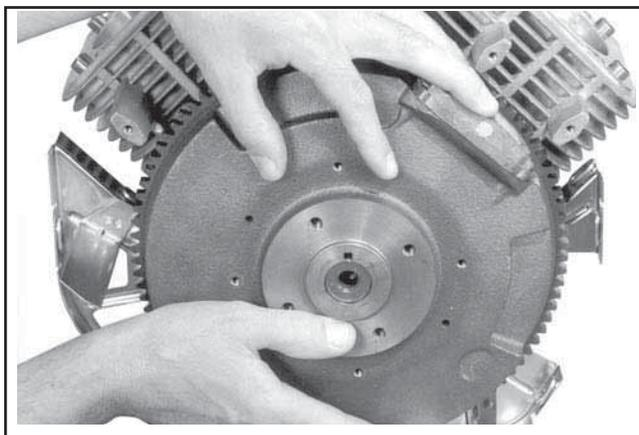

Figure 11-28. Aligner soigneusement la fente de la clavette avec la clavette.
2. Installer le volant sur l'arbre moteur en veillant à ne pas déplacer la clavette Woodruff. Voir la Figure 11-28.